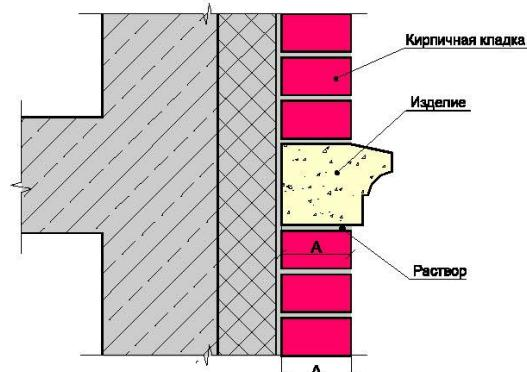

Рис. 1.
- заглубление закладной части элементов из архикамня в сплошную кладку должно составлять не менее 65% от ширины лицевой версты кирпича, а образованное за элементом свободное пространство должно быть заполнено уплотненным раствором марки не ниже 50 (см. рис.1);